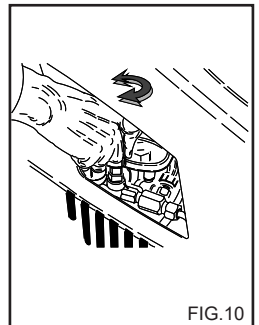

FIG.10
El dispositivo regulador de presión (fig. 10) permite regular la presión de trabajo. Girando el botón C en el sentido de las agujas del reloj (B) (mínimo), se obtiene una reducción de la presión de trabajo.